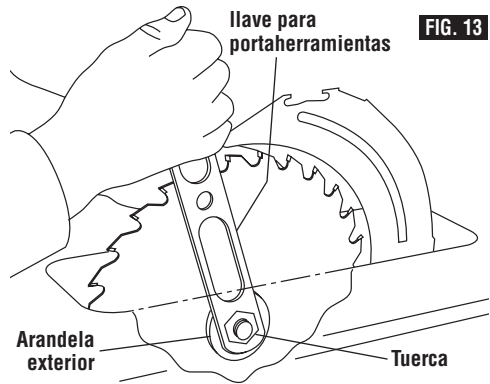

FIG. 13
4. Mientras acopla la palanca de fijación del eje portaherramienta, afloje la tuerca del eje portaherramienta girándola en sentido contrario al de las agujas del reloj (hacia la parte delantera de la mesa de la sierra) con la llave de tuerca suministrada (Fig. 13).
- Mientras sube la palanca de fijación del eje portaherramienta 4, apriete firmemente la tuerca del eje portaherramienta girándola en el sentido de las agujas del reloj (hacia la parte trasera de la mesa de la sierra) con la llave de tuerca (Fig. 13).